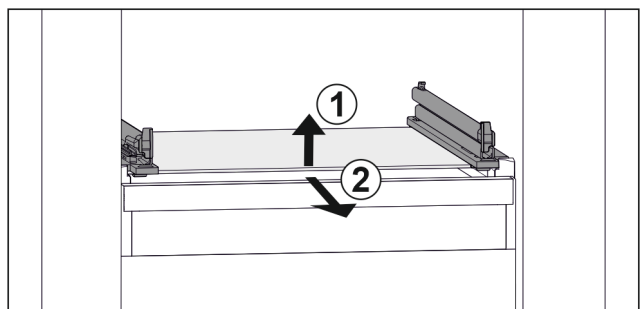

Fig. 76 Eksempel på fremstilling av glassplaten
- Løft opp glassplaten foran. Fig. 76 (1)
- Ta ut glassplaten fremover. Fig. 76 (2)